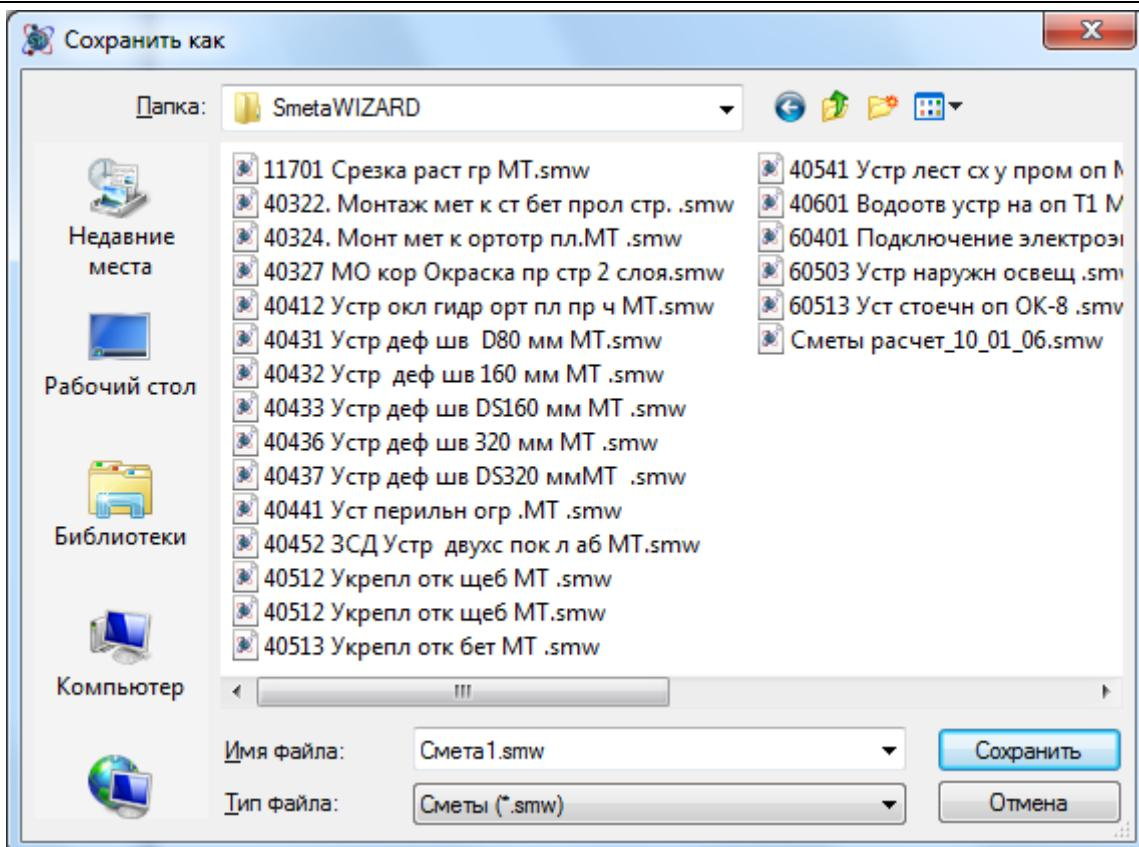

Рис. 1.23 Диалоговое окно Сохранить как
2. В открывшемся диалоговом окне **Сохранить как** (рис. 1.23) выбрать расположение и ввести нужное имя файла;